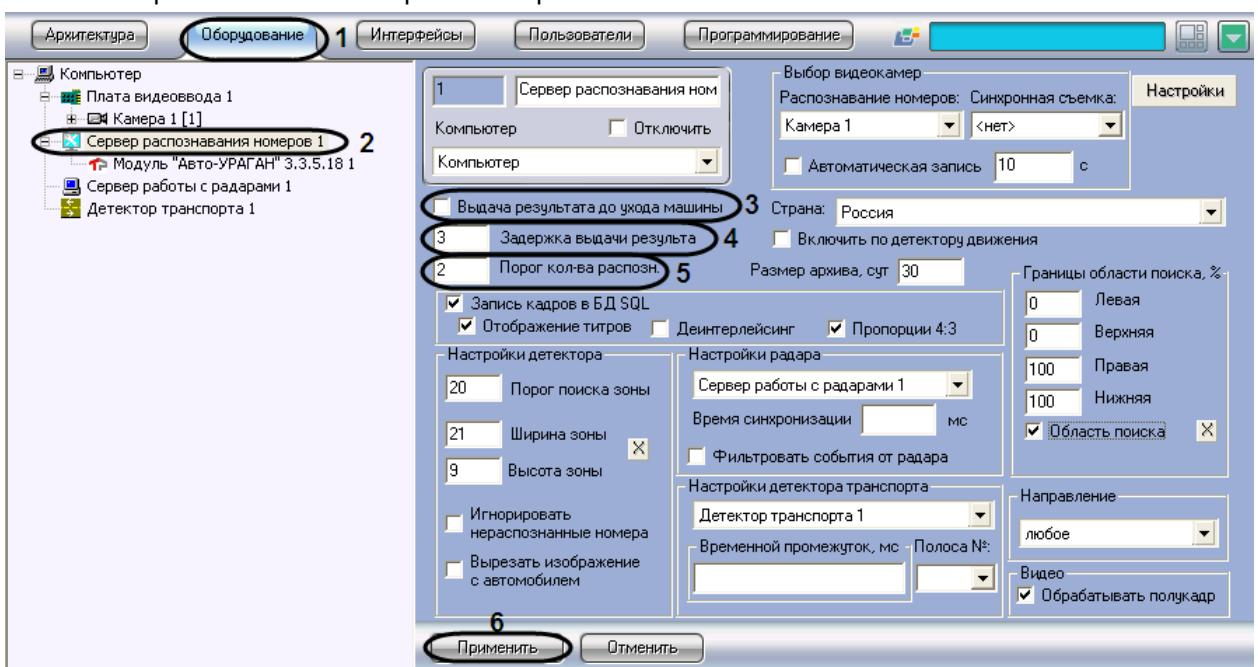

Рис. 7.2—17. Выбор параметров обработки номерного знака
1. В диалоговом окне «Настройка системы» перейти на вкладку «Оборудование» (Рис. 7.2—17, 1).
2. В дереве объектов на вкладке «Оборудование» выбрать объект «Сервер распознавания номеров», соответствующий активированному программному модулю «Авто-УРАГАН 3.5.0.29» или «VIT»(см. раздел «Активация программного модуля, используемого для распознавания номеров», Рис. 7.2—17, 2). В правой части вкладки «Оборудование» отобразится панель настройки выбранного объекта.
3. Установить флажок «Выдача результата до ухода машины» (см. Рис. 7.2—17, 3). В том случае, если флажок «Выдача результата до ухода машины» установлен, результат выдается до реального ухода машины из кадра (номера данной машины из границ поиска номерного знака). В противном случае, окончательный результат выдается только после реального ухода машины из кадра.
4. Задать параметр «Задержка выдачи результата» (секунды) (см. Рис. 7.2—17, 4). В том случае, если данный параметр задан, результат распознавания будет выдаваться сразу после того, как пройдет промежуток времени, заданный данным параметром. Данный промежуток времени начинает отсчитываться после первого распознавания номерного знака.
Примечание. Данный параметр используется только при установленном флагске «Выдача результата до ухода машины» (см. Рис. 7.2—17, 3).
5. Задать параметр «Порог кол-ва распозн.» (см. Рис. 7.2—17, 5). В том случае, если данный параметр задан, результат распознавания будет выдаваться сразу после того, как количество надежных распознаваний номерного знака превысит значение данного параметра. Счетчик количества распознаваний является накопительным и не сбрасывается в случае временных потерь данной зоны или неправильных распознаваний.